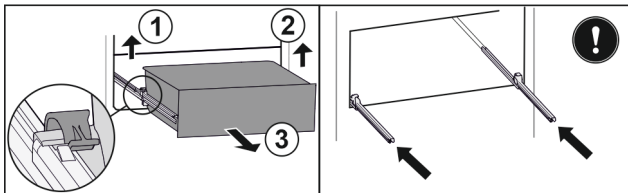

Fig. 33
- ▶ Ridicați clema din stânga și trageți concomitent sertarul din stânga spre înainte Fig. 33 (1).
- ▶ Ridicați clema din dreapta și trageți concomitent sertarul din dreapta spre înainte Fig. 33 (2).
- ▶ Extrageți sertarul spre înainte Fig. 33 (3).